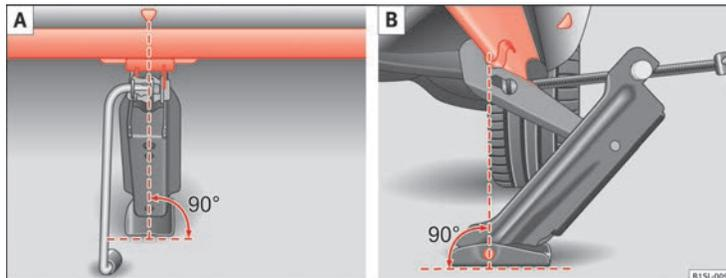

Abb. 139 Wagenheber hinten an der linken Fahrzeugseite angesetzt.
7. Sicherstellen, dass der Wagenheberfuß mit der ganzen Fläche sicher auf dem Boden steht und sich der Wagenheberfuß lotrecht genau unter dem Aufnahmepunkt ⇒ **Abb. 139** befindet.
8. Den Wagenheber ausrichten und gleichzeitig die Wagenheberklaue weiter hochkurbeln, bis die Klaue den Steg unter dem Fahrzeug ⇒ **Abb. 139** umfasst.
- Wagenheber nur an den beschriebenen Stellen ansetzen. Die Klaue des Wagenhebers muss den Steg des Unterholms sicher umfassen ⇒ **Abb. 139**.